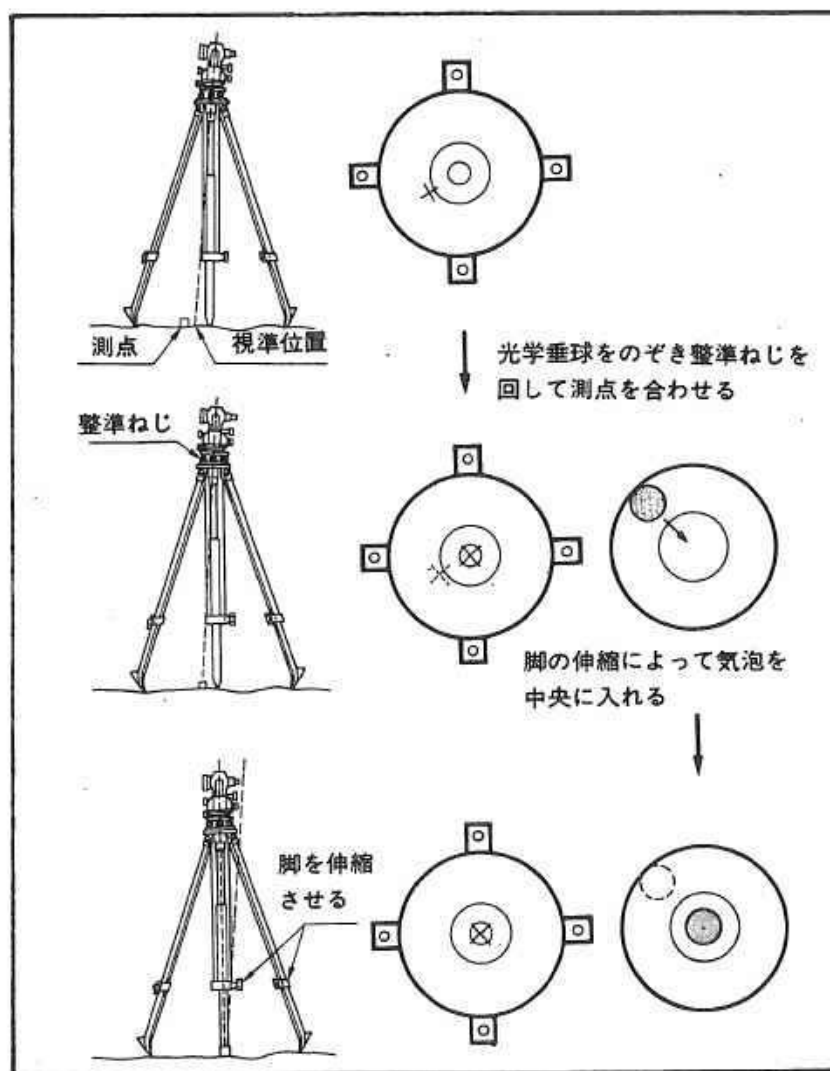

図5
3) 測点が焦点板二重丸の中央に位置するように、整準ねじ⑫を回します。(図5)
4) 次に、円形気泡管⑭を見ます。気泡の寄っている方向、又はその反対方向に最も近い脚の蝶ねじAをゆるめ、脚の伸縮によって気泡を円の中央に寄せます。更に他の1本の脚の伸縮によって気泡を中央に入れます。